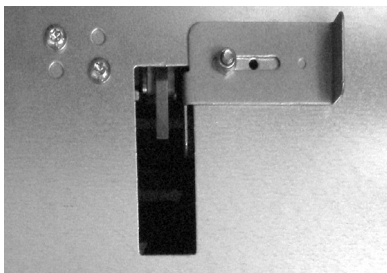

Fig. 6 : Plaque de recouvrement supérieure, en cas d'utilisation du récipient collecteur
2. Desserrez la vis de la plaque de recouvrement supérieure et faites glisser la plaque devant l'évidement (fig.6 et 7 à la page 15). Serrez à nouveau la vis.